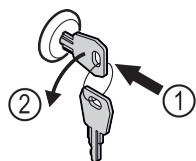

Fig. 131
- Sleutel erin duwen. Fig. 131 (1)
- Sleutel 90° linksom draaien. Fig. 131 (2)